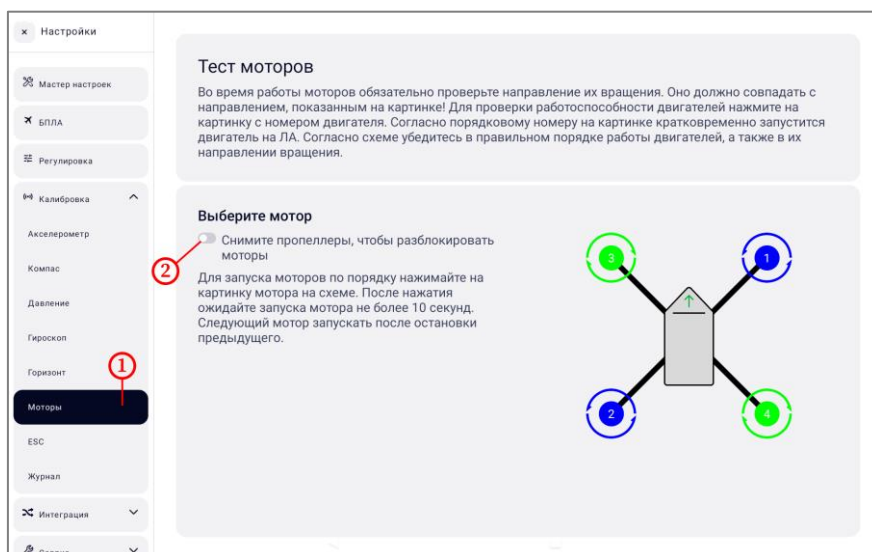

Рисунок 50 – Экран теста моторов
Необходимо перейти во вкладку «Моторы» (рисунок 50, шаг 1).
1. Выполнить касание тумблера (рисунок 50, шаг 2).